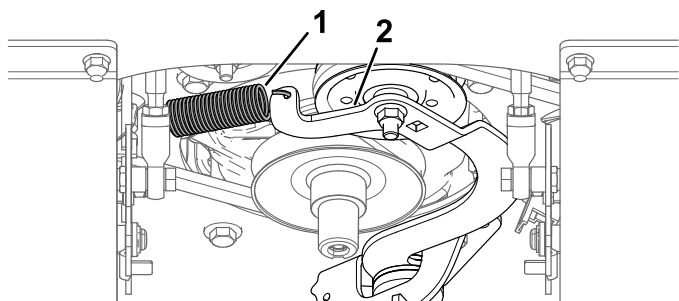

Figure 57
5. Insérez une clé à cliquet dans le trou carré du bras de la poulie de tension pour détendre la courroie (Figure 57).
9. Accrochez le ressort à son point d'ancrage. Servez-vous de la clé à cliquet pour exercer une tension sur le ressort et pouvoir ainsi passer la courroie par-dessus le bord de la poulie de tension (Figure 57).